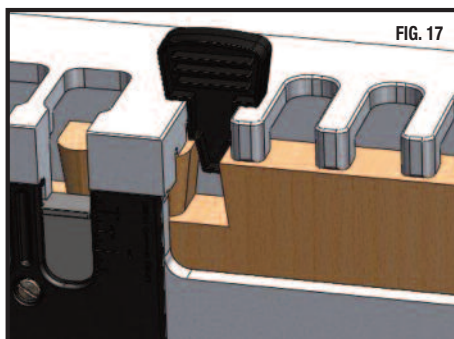

FIG. 17
3. Insérez l'outil d'alignement dans la fente afin de bien centrer le bois dans le gabarit. (fig. 17)